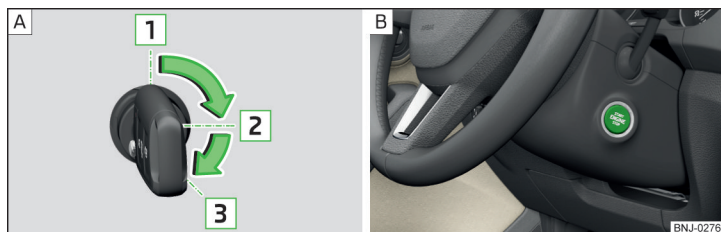

Fig. 114 Posicionamiento de la llave del vehículo en el contacto / Botón de inicio
» fig. 114 - A
➤ Presionar el botón » fig. 114 - B, el encendido es conectado/desconectado.
- En vehículos con **cerradura de encendido**, gire la llave en la posición 3 » fig. 114 de la pág. 93 - A, se realiza el proceso de inicio. Luego suelte la llave, el motor arranca automáticamente.
- En vehículos con **botón de inicio**, presionar brevemente el botón » fig. 114 de la pág. 93 - B, el motor arranca automáticamente.
- En vehículos con **cerradura de encendido**, gire la llave en la posición 1 » fig. 114 de la pág. 93 - A.
- En vehículos con **botón de inicio**, presionar el botón » fig. 114 de la pág. 93 - B, el motor y el encendido son desconectados al mismo tiempo.
► Mantener presionado el botón » **fig. 114 de la pág. 93** - **B** o presionarlo dos veces dentro de 1 segundo.